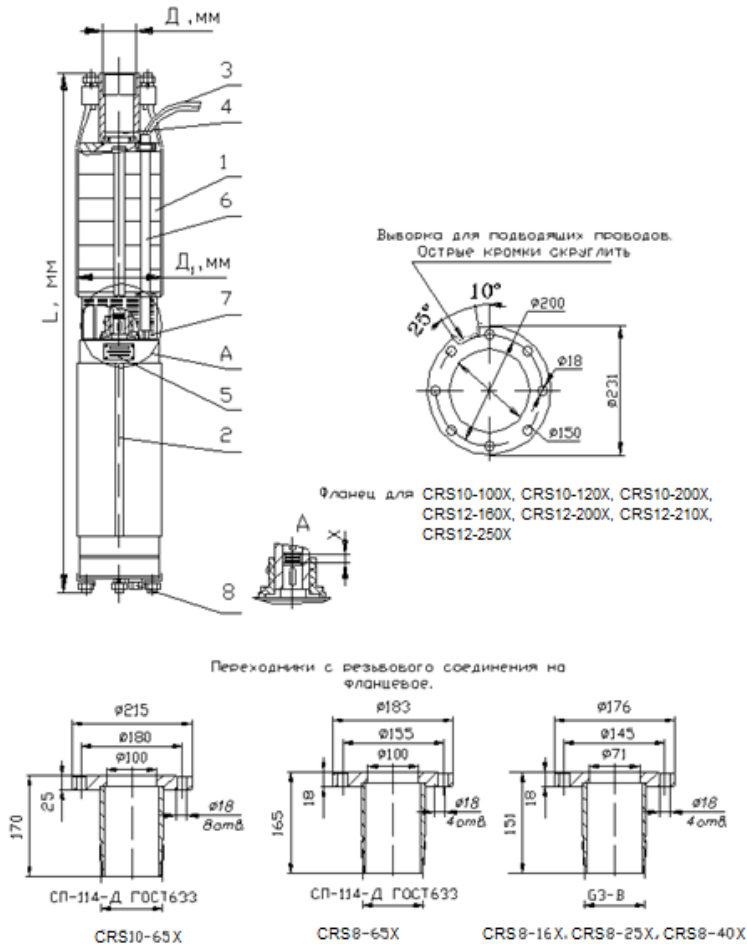

Рис. 1
Агрегат CRS состоит из (см. рис.1): насосной части поз. 1; электродвигателя поз. 2; проводов токоподводящих поз. 3; клапана поз. 4; таблички поз. 5; кожуха защитного поз. 6; сетки защитной поз. 7.
6.3.7 Для предотвращения повреждений токоподводящих проводов при монтаже агрегата с фланцевым соединением необходимо использовать ответный фланец с выборкой (см. чертеж фланца на рис.1).
- придерживая вал насоса в верхнем положении (см. п. 2), установить насос на фланец электродвигателя и замерить размер "X" между концами валов (см. рис. 1);